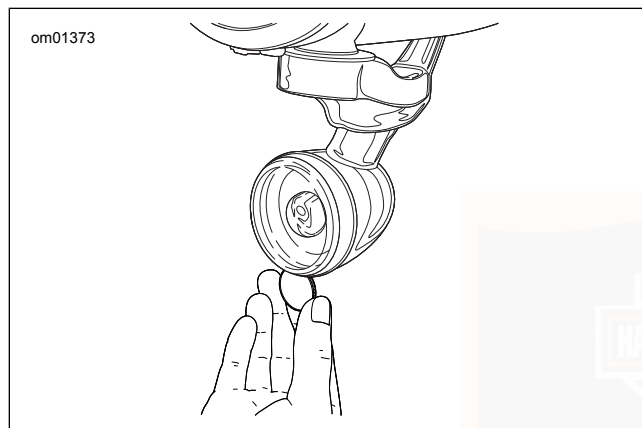

Abbildung 98. Kerbe in der Streuscheibe
1. Siehe Abbildung 98. Eine Münze oder die Klinge eines kleinen Schraubendrehers in die Kerbe an der Unterseite der Streuscheibendeckel einsetzen. Vorsichtig drehen, bis der Streuscheibendeckel aus dem Lampengehäuse herauspringt.